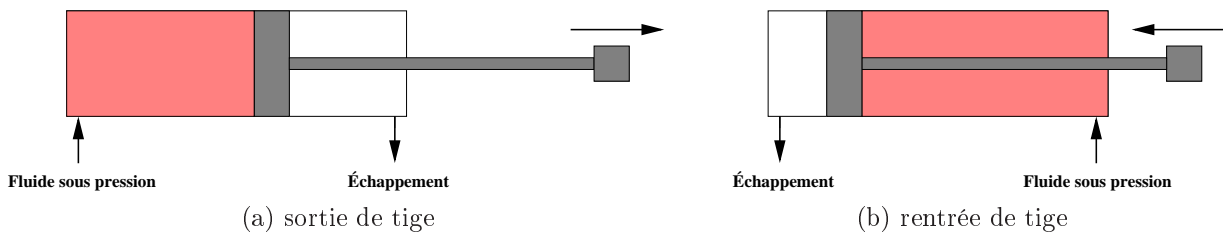

FIG. 1: Vérin double effet
- Les vérins *double effet* peuvent produire un effort significatif en rentrée comme en sortie de tige (figure 1). Ce sont les plus utilisés industriellement.